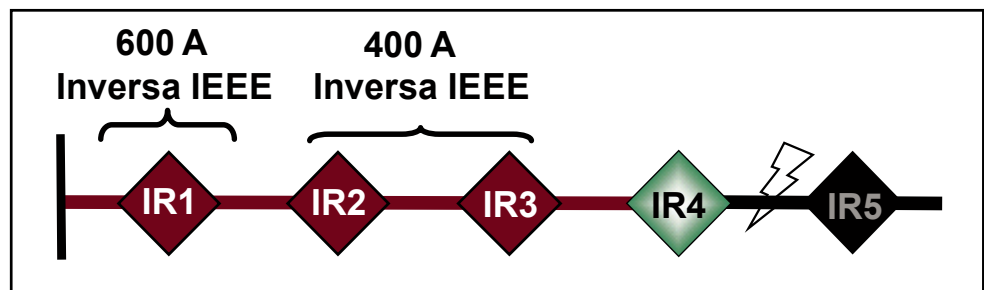

Figura 26. Falla permanente de la CEC; IR2 e IR3 regresan a la curva CEC rápida.
- IR2 e IR3 cambian de regreso a la curva rápida CEC original. Ver Figura 26 en la página 44.